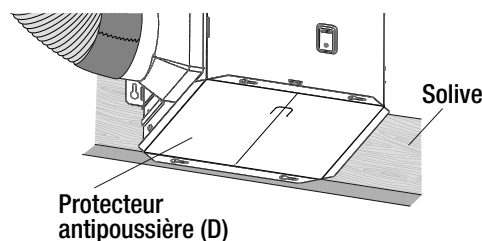

Fig. 21
- Une fois que l'installation est satisfaisante, protéger le moteur du ventilateur contre la poussière et les débris de construction à l'aide du protecteur antipoussière fourni (D) jusqu'à ce que la construction soit terminée. Voir la figure 21. Ne pas installer le protecteur antipoussière dans le cadre d'un projet de construction terminé. Ne pas faire fonctionner le ventilateur avec le protecteur antipoussière en place, car cela endommagerait le moteur.